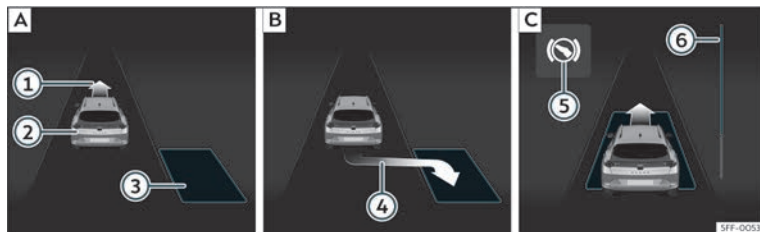
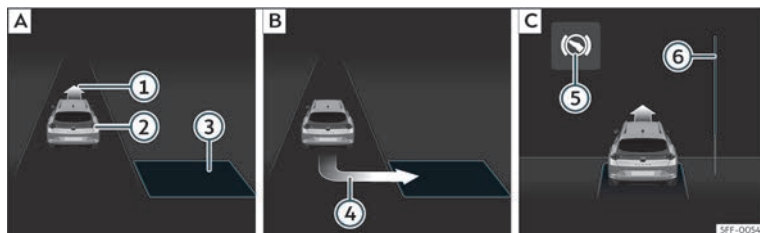

Fig. 172 A la pantalla del quadre d'instruments: aparcar en línia. **[A]** Cercar un espai per aparcar. **[B]** Posició per aparcar. **[C]** Maniobrar.
Fig. 173 A la pantalla del quadre d'instruments: aparcar en bateria. **[A]** Cercar un espai per aparcar. **[B]** Posició per aparcar. **[C]** Maniobrar.
- Mireu la visualització de la pantalla del quadre d'instruments si s'ha detectat l'espai en qüestió com a "apropiat" i si s'ha arribat a la posició correcta per aparcar-hi»» **fig. 172 [B]** o»» **fig. 173 [B]**. L'espai es considera "apro-
• Retrocediu fins que soni el senyal continu del ParkPilot; **O BÉ:** retrocediu fins que a la pantalla del quadre d'instruments aparegui la indicació de fer marxa endavant»» **fig. 172** [C] o»» **fig. 173** [C]; **O BÉ:** retrocediu fins que a la pantalla del quadre d'instruments aparegui el missatge **Park Assist finalizado**. La barra de progrés ⑥ indica la distància que cal recórrer»» pàg. 280.
• Trepitgeu el pedal del fre fins que el sistema d'aparcament assistit acabi de realitzar els girs del volant; **O BÉ:** fins que s'apagui el símbol ⑤ a la pantalla del quadre d'instruments.
• Feu marxa endavant fins que soni el senyal continu del ParkPilot; **O BÉ:** feu marxa endavant fins que a la pantalla del quadre d'instruments aparegui la indicació de fer marxa enrere. El sistema d'aparcament assistit dirigeix el vehicle marxa endavant i marxa enrere fins a centrar-lo en l'espai buit»» **fig. 172** [C] o»» **fig. 173** [C].
La barra de progrés»» **fig. 172** ⑥ i»» **fig. 173** ⑥ mostra simbòlicament a la pantalla del quadre d'instruments la distància relativa que queda encara per recórrer. Com més gran és la distància, més plena és la barra de progrés. En circular marxa endavant, el contingut de la barra de progrés disminueix cap amunt, i en circular marxa enrere, disminueix cap avall.